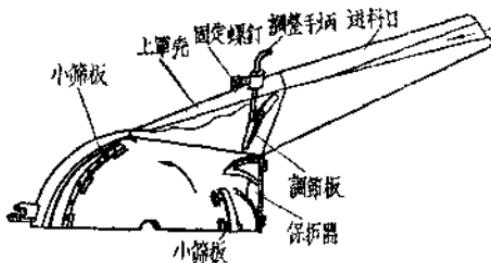
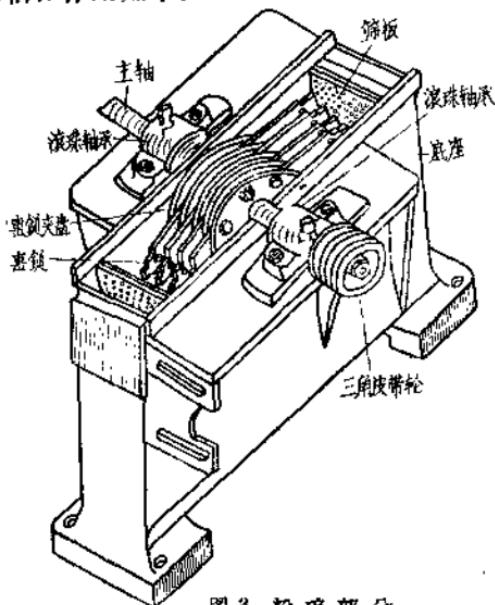

图 2 粉碎机的进料部分及上罩壳
图 3 粉碎部分
(2) 粉碎部分：粉碎部分是粉碎机的最重要的机构，也是这台机器上比較复杂的一个部分，包括上罩壳（图 2）、底座、傳动主軸、击鎚、击鎚夾盤、篩板、保护器七个部件組成（图 3）。这些部件的結構和作用如下：